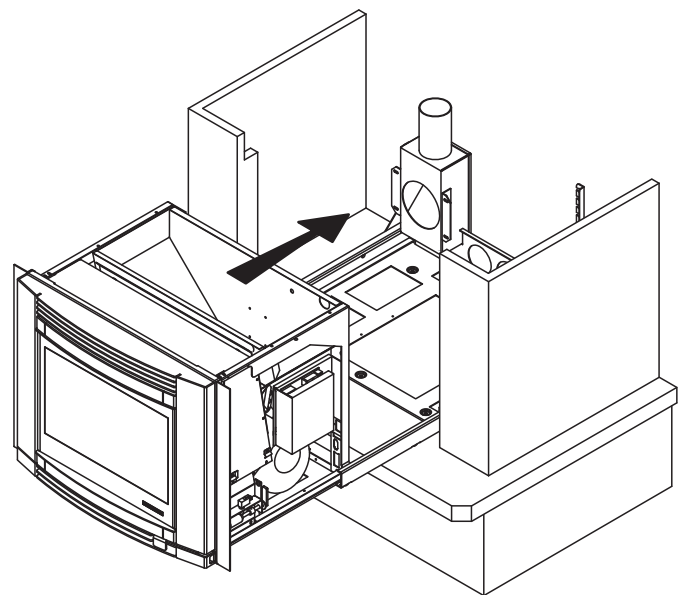

Fig. 6.1.9
3. Rimontare le guide telescopiche e reinserire la stufa nel basemento (Fig. 6.1.9);